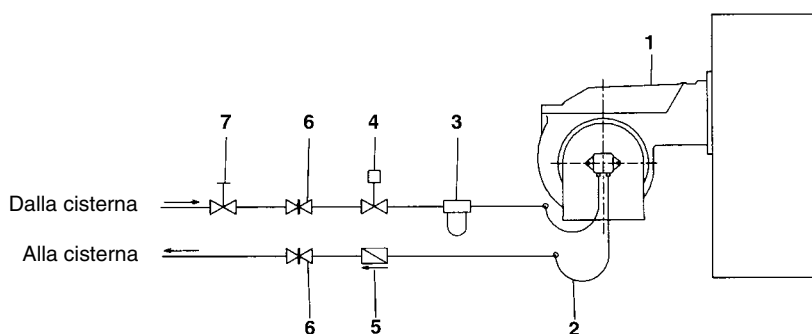

Fig. 13 - Sistema bitubo
**NOTA:** negli impianti a gravità e ad anello, inserire un dispositivo di intercettazione automatica (vedere n. 4 - Fig.13).